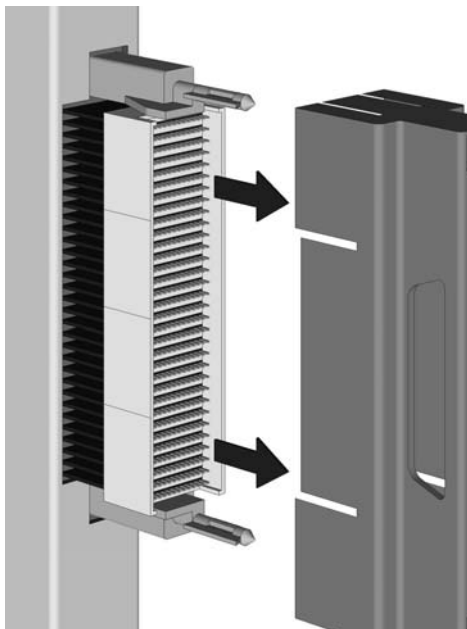

Рис. 1-1. Снятие крышки
- 1 Снимите крышку со штырьков разъема на задней части модуля ретрансляции, как показано на рис. 1-1 «Снятие крышки».